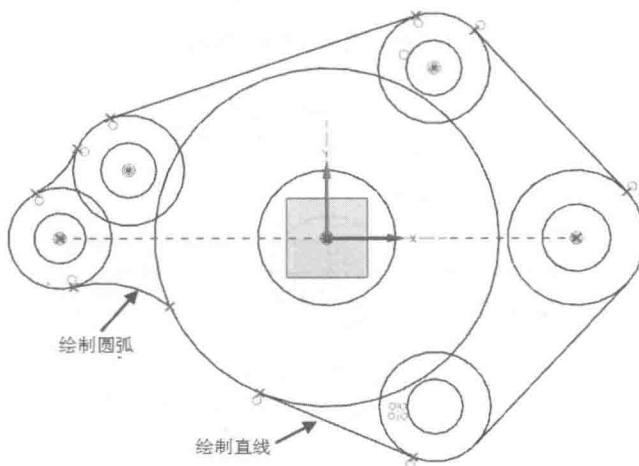

图 1-2-23 绘制直线和圆弧
(13) 在【草图工具】工具条中选择 (直线) 按钮，在捕捉点工具条中选择 (点在曲线上) 按钮，然后选择两段圆弧，绘制一条公切线；在【草图工具】工具条中选择 (圆弧) 按钮，在【圆弧】浮动工具条中选择 (三点定圆弧) 按钮，绘制一条与两圆均相切的圆弧，结果如图 1-2-23 所示。